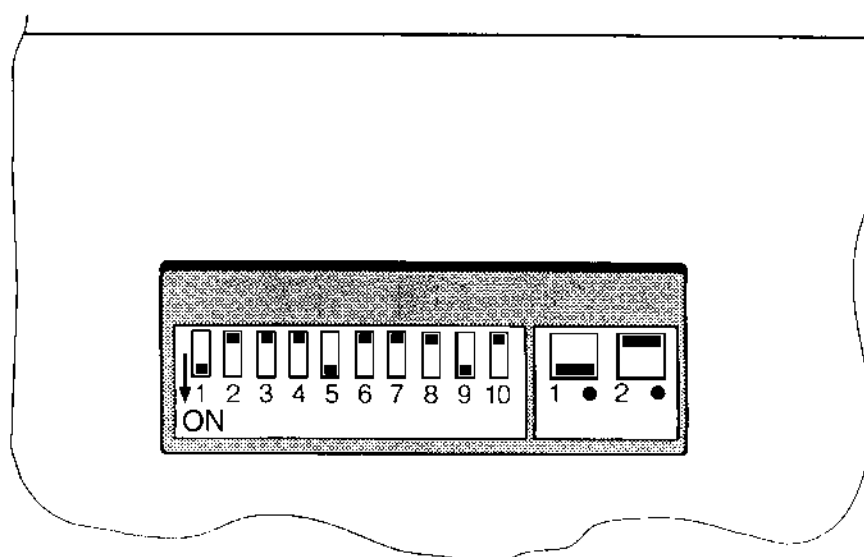

Figura 3: I DIP-SWITCH posti sulla parte inferiore (impostaz. di fabbrica)
1.10 SOMMARIO DEI SETTAGGI DIP SWITCH (Figura 3)